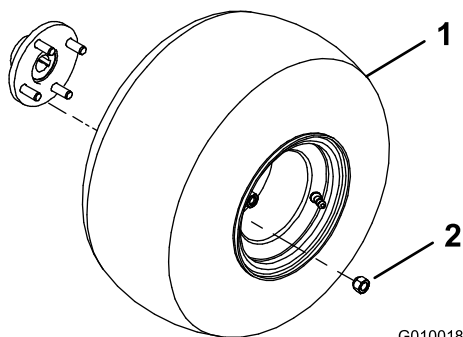

**Figura 4**
2. Montate un gruppo ruote su ciascun mozzo ruota posteriore utilizzando i 4 dadi a staffa (Figura 4).